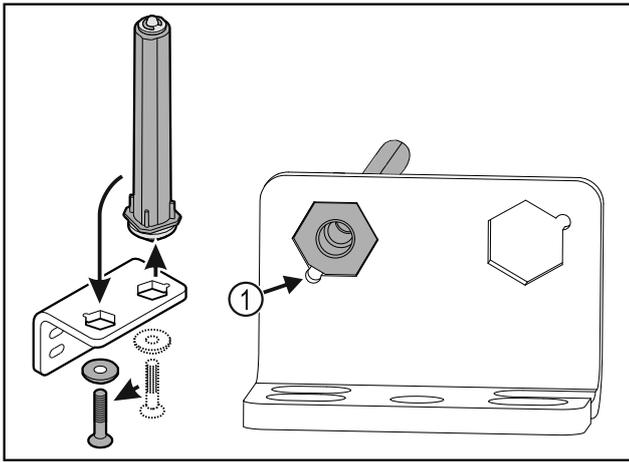

Fig. 29
- ▶ Darauf achten, dass beim Einsetzen die Bolzenabschrägung Fig. 29 (1) zum runden Loch zeigt.